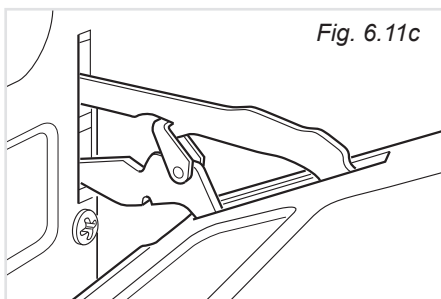

Fig. 6.11c
- Socchiudendo dolcemente la porta sganciare ed estrarre la baionetta inferiore delle cerniere dal loro alloggiamento (fig. 6.11c).